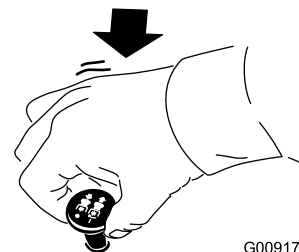

Bild 22
1. Stellen Sie den Zapfwellenantriebsschalter in die AUS-Stellung, um die Messer auszukuppeln (Bild 22).